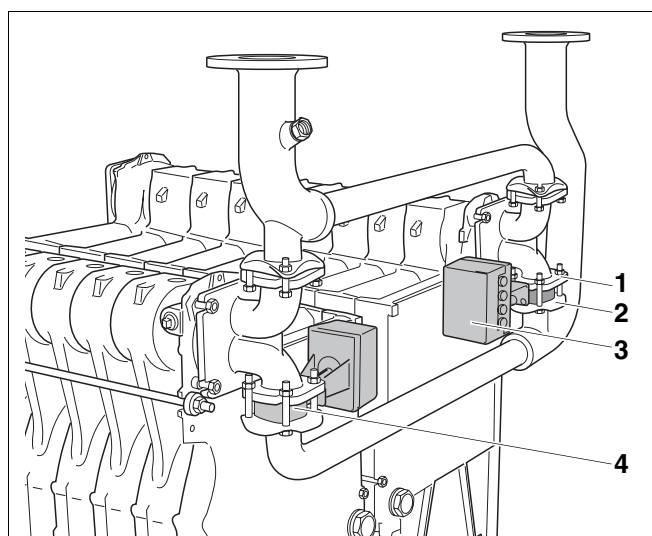

Рис. 31 Монтаж кольцевых дроссельных клапанов и серводвигателей
Следующим шагом должна быть установка обоих кольцевых дроссельных клапанов с серводвигателями (рис. 31, **поз. 3**) между присоединительными фланцами обратной линии и соединительными элементами.
- Установите дроссельные клапаны (рис. 31, **поз. 3**) так, чтобы серводвигатели были направлены к середине котла. Электропроводка должна находиться сверху.
- Вставить кольцевые дроссельные клапаны (рис. 31, **поз. 3**) с наклеенными уплотнениями между фланцами трубы обратной линии (рис. 31, **поз. 1**) и соединительного элемента (рис. 31, **поз. 2**) соответствующего котлового блока (1-я или 2-я ступень).